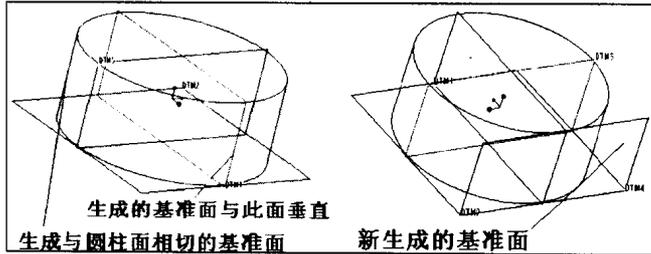

图1-6 以【Tangent】方式生成基准面
- **【Tangent】**: 生成一个与圆柱体表面相切的基准面。这种方式只适合于曲面，对平面无效。它也需要和其他约束条件一起使用，比如【Through】、【Normal】等，如图 1-6 所示。